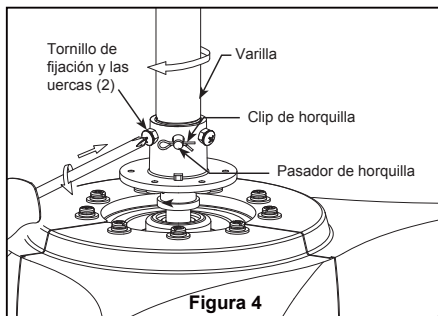

Figura 4
- ☐ 4. Coloque el soporte de la varilla y alinee los orificios de la clavija de horquilla en ambas piezas. Instale la clavija de horquilla y asegúrela con la pinza de horquilla. Fije los dos tornillos de presión y las tuercas de seguridad en el soporte de la varilla interior. Fije con seguridad el set de tornillos con el destornillador y luego fije bien las tuercas con una llave hexagonal. (Figura 4)